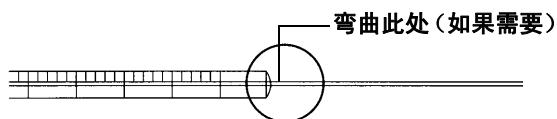

图 76 检查进样针
- 1 沿着干净平整表面的边界滚动进样针。如果针尖呈圆形移动，请在连接进样针针管的位置附近稍稍弯曲一点将针掰直，然后再次检查（图 76）。